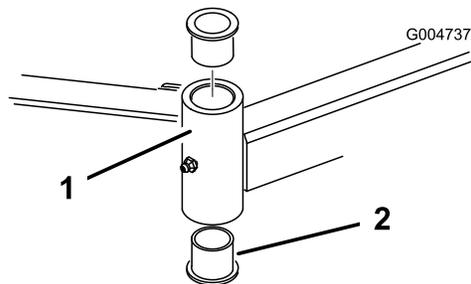

Bild 22
4. Stecken Sie einen Dorn oben oder unten in das Befestigungsrohr und treiben die Buchsen heraus (Bild 22). Treiben Sie dann die andere Buchse aus dem Rohr heraus. Reinigen Sie die Innenseite der Rohre.